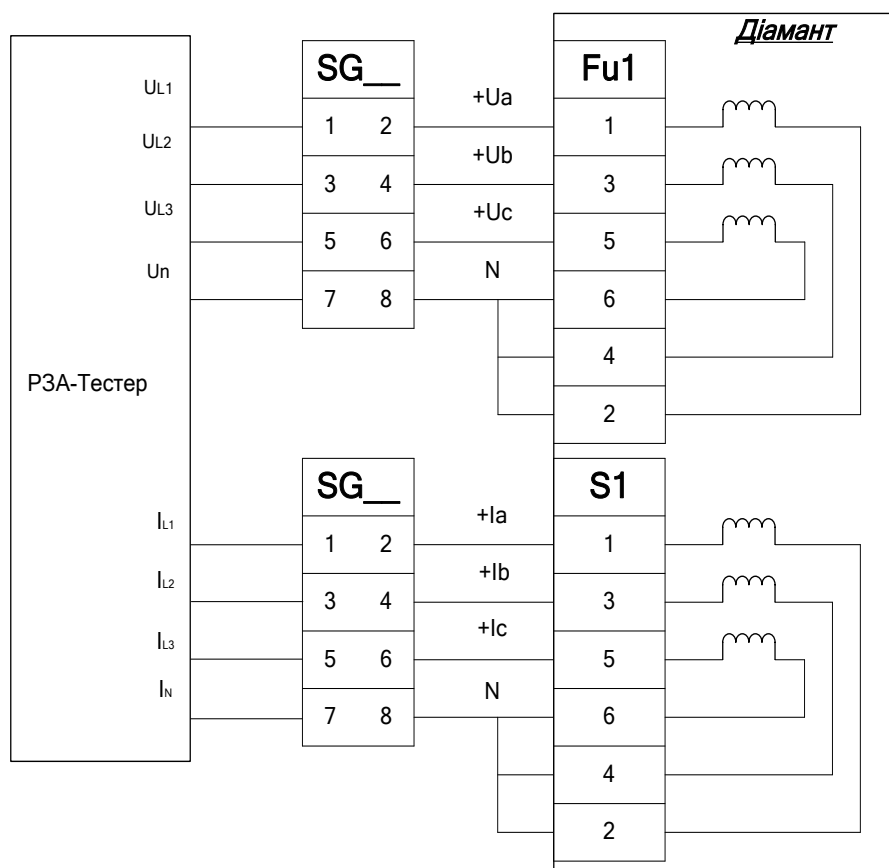

Рис. 7.1 – Подключение аналоговых входов к Діамант
- собрать схему в соответствии с Рис.7.1;
- собрать схему в соответствии с Рис.7.1.